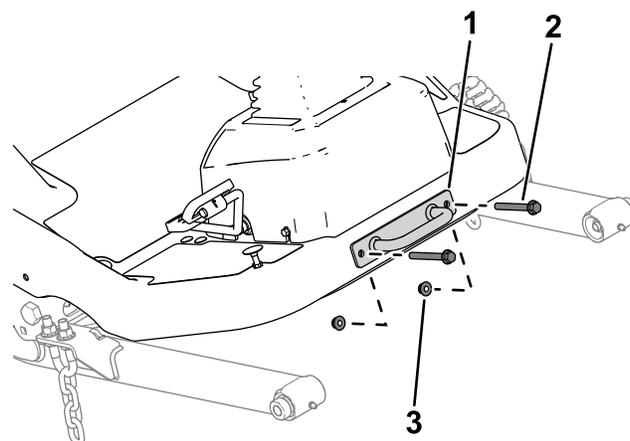

Figura 11
- 1. Retire la placa de amarre de la plataforma (Figura 11).